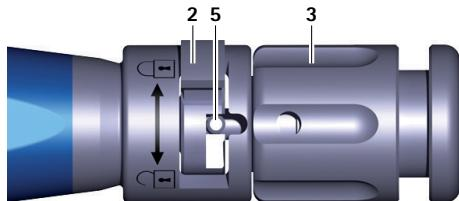
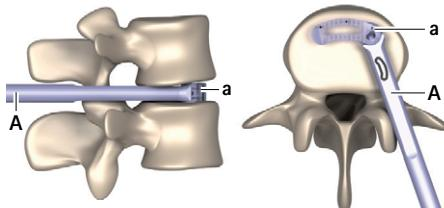

Рис. 3 Детальное изображение установочного инструмента, переключатель в закрытом положении
Рис. 11 Рабочий имплантат в конечном положении
- Повернуть переключатель 2 вправо (направление), см. Рис. 3.
- Повернуть поворотную гайку 3 против часовой стрелки (направление "forward" ("вперед")), пока пин 5 не будет полностью находиться в переключателе 2, см. Рис. 3. При этом следить за тем, чтобы пин 5 не защемлял переключатель 2
- Повернуть переключатель 2 вправо (направление ⌂), см. Рис. 3.
- ▶ Когда конечное положение (см. Рис. 11) достигнуто: Повернуть поворотную гайку 3 против часовой стрелки (направление "forward" ("вперед")), пока пин 5 не будет полностью находиться в переключателе 2, см. Рис. 3. При этом следить за тем, чтобы пин 5 не защемлял переключатель 2
- ▶ Повернуть переключатель 2 вправо (направление ⌂), см. Рис. 3.